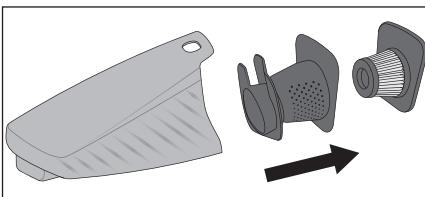

Fig. 4
- 3) Mai întâi scoateți filtrul HEPA **5** și apoi filtrul grosier **6** din rezervorul de colectare a murdăriei **7** (fig. 4). Scuturați ambele componente deasupra unui coș de gunoi sau a unui recipient similar. La nevoie puteți clăti filtrul HEPA **5** cu apă curată. Lăsați-l apoi să se usuce complet la aer.